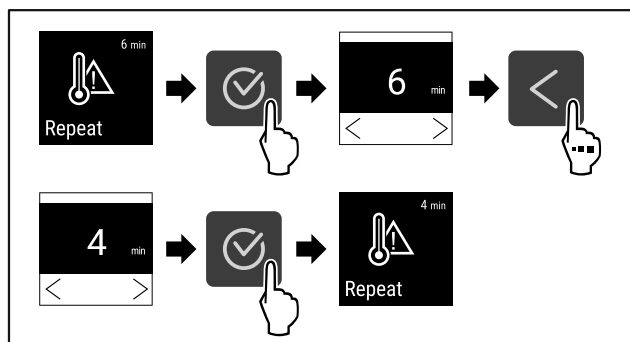

Fig. 100
- Eseguire i passi (vedere Fig. 100).